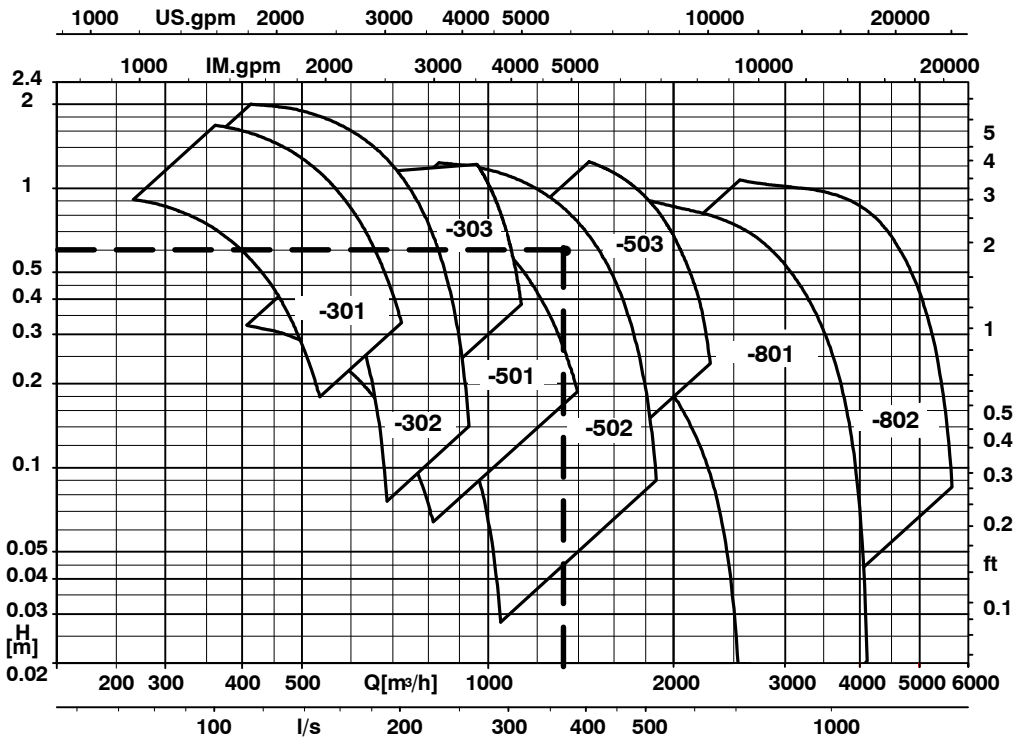

Fig. 1: Présélection du diamètre hydraulique
1 Présélection Amaline avec DN 500 (voir fig. 1)
④ **Présélection de pompes** (voir fig. 1)